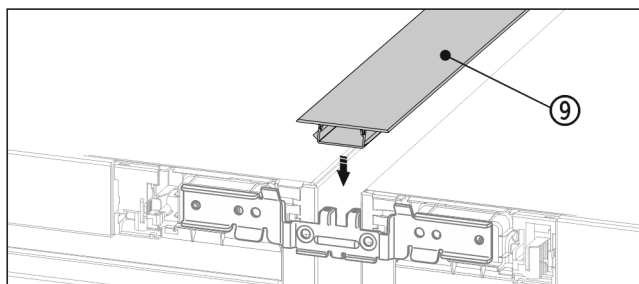

Fig. 20
- ▶ Suruge ülaküljel lühike katteliist Fig. 20 (9) horisontaalsesse pilusse.